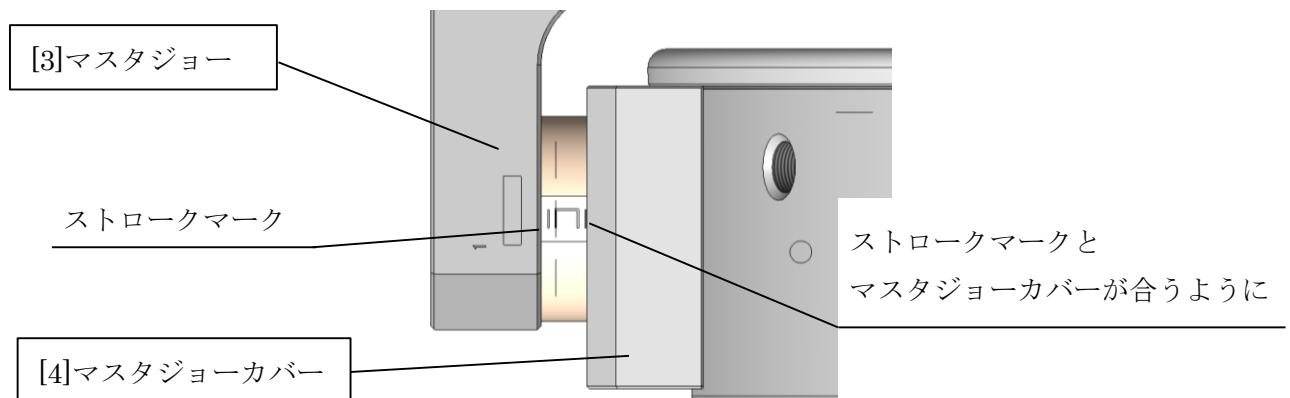

図 18 ストロークマーク位置
- ・ウェッジプランジャ[2]の位置を調整します。シリンダ前進端でマスタジョー[3]のストロークマークの一番内側の線がマスタジョーカバー[4]外周端に合うようにドロースクリュー[8]を回して調整してください。(図 18 参照)